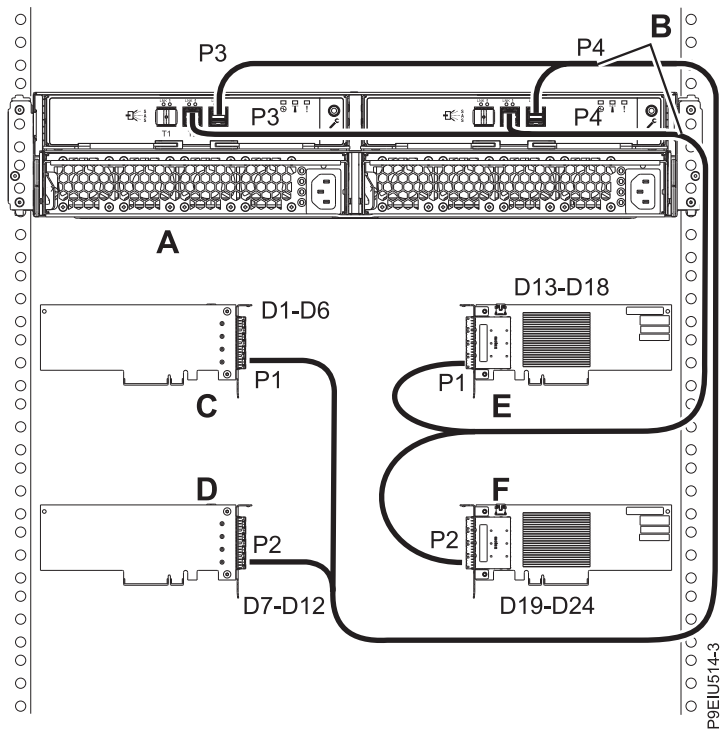

図 22. X12 ケーブルを使用した、4 つの独立した FC EJ0J または FC EJ0M の SAS アダプターへの 1 台の ESLL ストレージ・エンクロージャーまたは ESLS ストレージ・エンクロージャーのモード 4 接続
22. 4 つの独立した FC EJ0J または FC EJ0M の SAS アダプターへの X12 ケーブル (B) を使用した、1 台のエンクロージャー (A) のモード 4 接続を実行します (26 ページの図 22 を参照)。次に、27 ページの『ケーブルと電源コードの接続およびカバーの取り付け』に進みます。